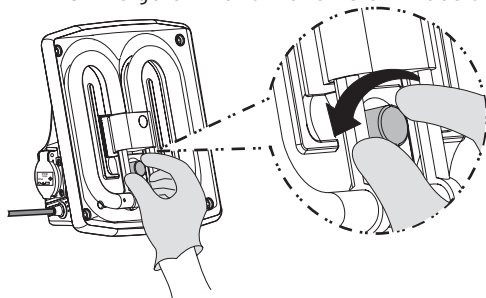

Abb. 18
5.2.2 Entfernen Sie den verbrauchten Starter: Drehen Sie den Starter gegen den Uhrzeigersinn und ziehen Sie ihn aus der Starterfassung. (Abb. 18).